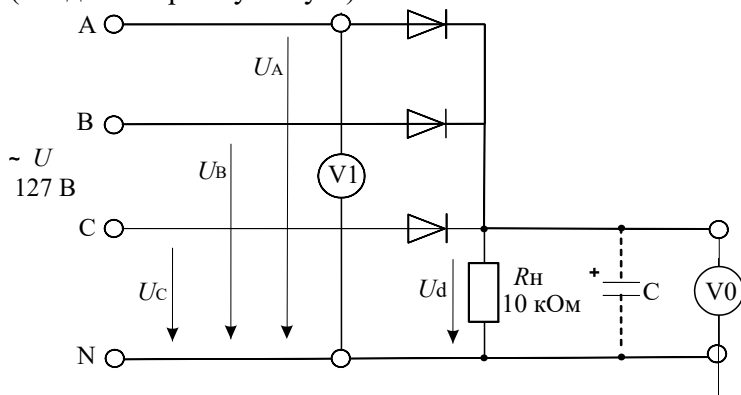

Рисунок 8 – Неуправляемый выпрямитель трехфазного тока
3.1. Соберите цепь трехфазного выпрямителя с нулевым выводом согласно схеме (рис.8) и подайте на ее вход переменное трехфазное напряжение 7 В, 50 Гц. На схеме V0 и V1 — входы коннектора. При сборке схемы обратите внимание на полярность электролитического конденсатора. В первом опыте $C=0$ (конденсатор отсутствует).